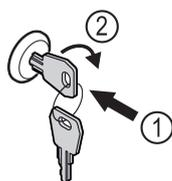

Fig. 196 Immagine a titolo di esempio
- ▶ Inserire la chiave Fig. 196 (1).
- ▶ Ruotare la chiave di 90° in senso orario Fig. 196 (2).